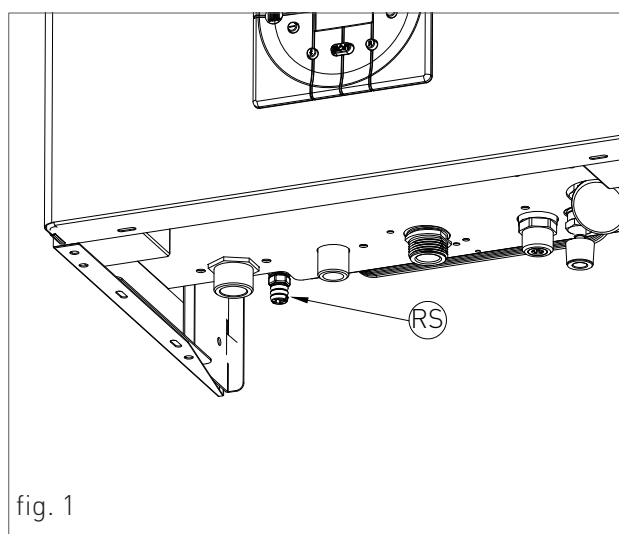

fig. 1
- › collegare un tubo flessibile al rubinetto di scarico dell'impianto 'RS' (fig. 1) e collocare l'altra estremità del tubo flessibile ad un adeguato scarico;
- › ruotare il rubinetto di scarico dell'impianto 'RS' (fig. 1);
- › quando tutta l'acqua è defluita, chiudere le valvole di sfiato dei radiatori ed il rubinetto di scarico dell'impianto 'RS' (fig. 1).